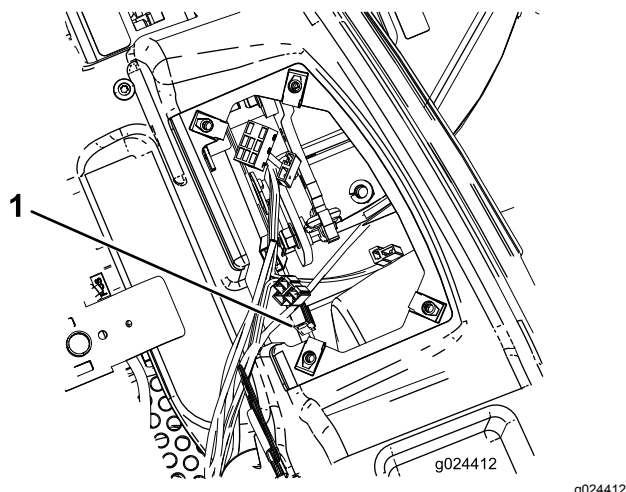

**Figure 46**
**Remarque:** Les fusibles sont situés sur la console droite, près du siège (Figure 46).
4. Placez un fusible devant la fente du porte-fusibles (Figure 46).
5. Poussez le fusible dans le porte-fusibles jusqu'à ce qu'il soit complètement engagé (Figure 46).